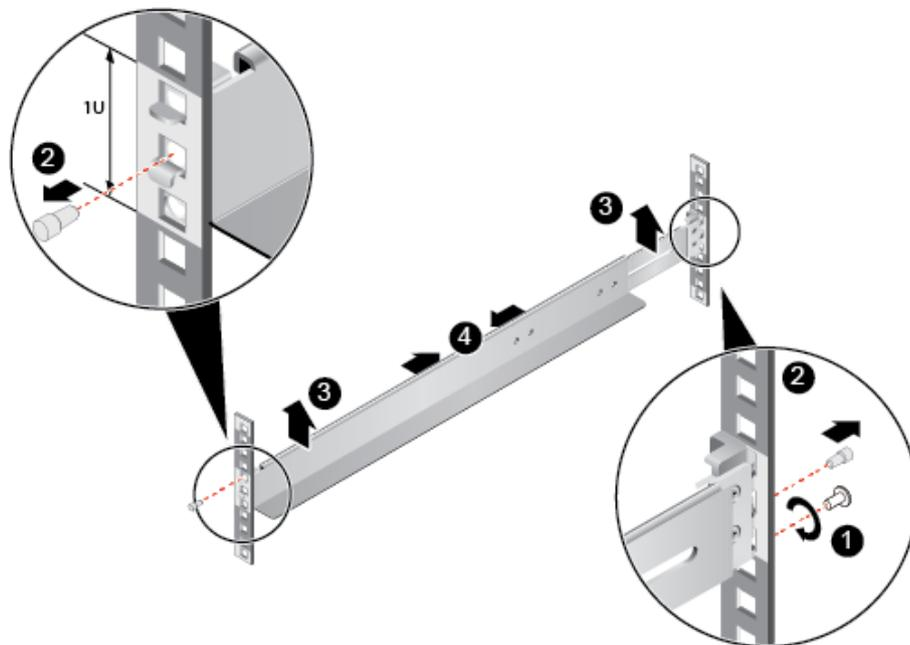

图 3-4 拆卸可伸缩滑道
5. 如图 3-4 中①所示，拧松滑道后侧最下面的方形孔上的 M6 螺钉。
6. 如图 3-4 中②所示，取下两个方形孔的皮塞。
7. 如图 3-4 中③所示，将滑道向上稍微抬起使挂钩脱离方形孔，然后缩短并取下滑道。